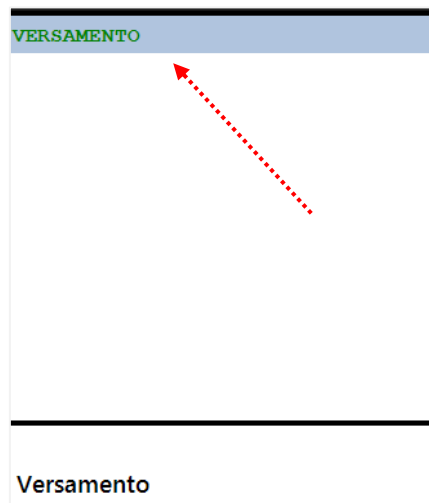

Figura 8.123: Versamento (messaggio su display)
1. premere sul tastierino numerico l'apposito tasto. Sul display dei totali comparirà un messaggio indicante l'operazione in corso (Figura 8.123).